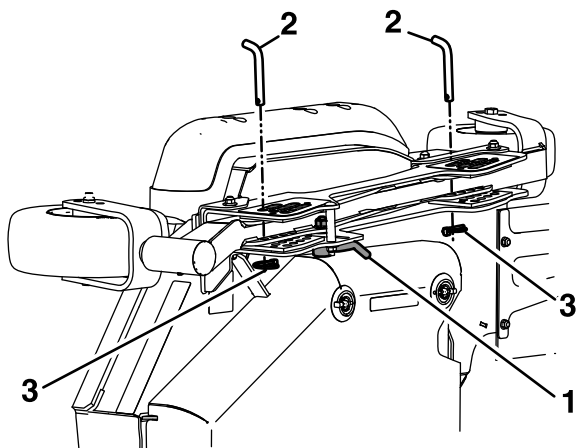

Figura 78
3. Abra los bloqueos de leva de las carcasas laterales derecha e izquierda (Figura 78).
4. Retire y guarde el pasador de altura de corte de la carcasa lateral (Figura 78).